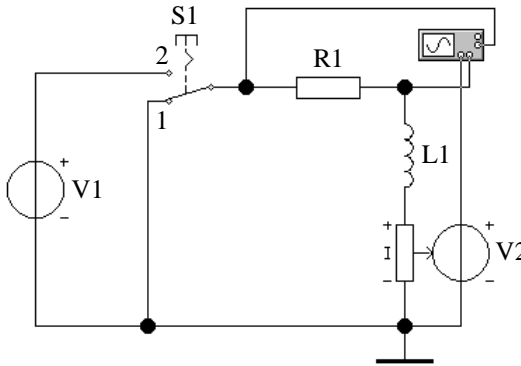

Рис. 3
3.1. Соберите схему для исследования переходных процессов в дифференцирующей RL -цепи (рис. 3). Независимый источник напряжения $V1$, источник напряжения управляемый током (ИНУТ) $V2$ и символ заземления находятся в группе «Sources» (второй ряд сверху на панели инструментов); сопротивление $R1$, индуктивность $L1$ и ключ $S1$ – в группе «Basic»; осциллограф – в группе «Instruments». Ключ $S1$ перебрасывается в противоположное состояние по нажатию на клавиатуре клавиши «Пробел» (Space).
Согласно рис. 3 на канал А вертикального отклонения осциллографа подан сигнал тока, а на канал В – выходное напряжение дифференцирующей цепи (напряжение на индуктивности). Изображение сигналов на экране осциллографа рекомендуется отображать разным цветом. Для задания цвета осциллограммы щелкните правой клавишей мыши на проводе, подключенном к входу канала А. В открывшемся окне выберите опцию «Wire Properties...». В следующем окне выберите закладку «Schematic options», нажмите кнопку «Set Wire Color» и задайте красный цвет. Аналогичным образом задайте цвет осциллограммы по каналу В (зеленый). По обоим каналам вертикального отклонения установите чувствительность 500 mV/Div